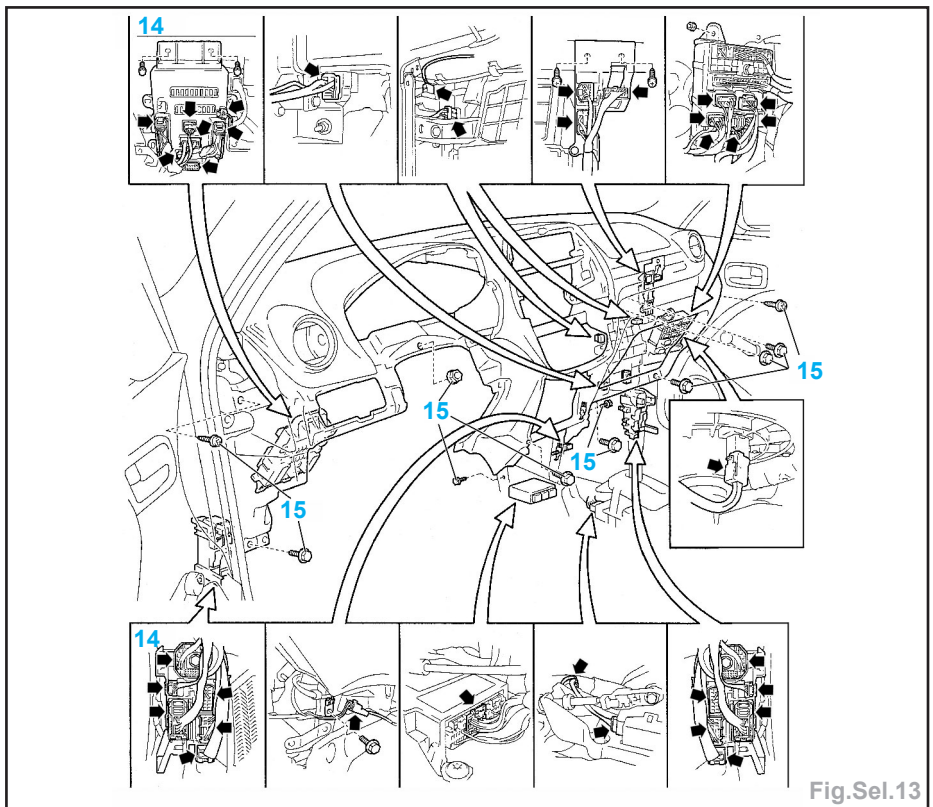

Fig.Sel.13
- débrancher tous les connecteurs des différents boîtiers (14) (Fig.Sel.13),
- déposer les 16 vis de fixation (15) de la planche de bord,